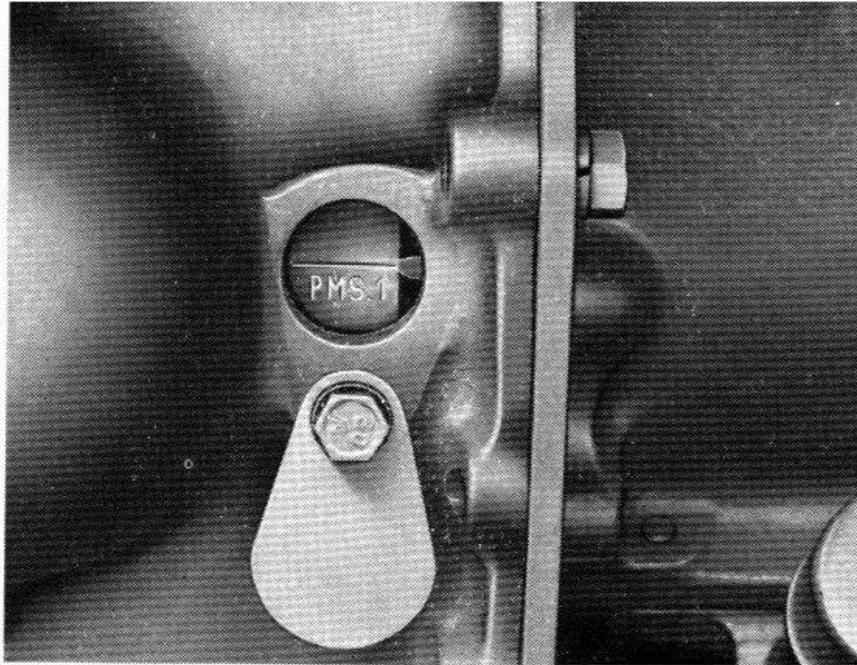

Fig. 26. — Référence sur le volant indiquant que le piston N° 1 se trouve au point mort haut.
- Ouvrir le petit couvercle d'inspection situé sur le côté droit du carter du volant (fig. 26).
- Faire tourner l'arbre du moteur à l'aide de la manivelle jusqu'à amener le cran de référence gravé sur le volant au-dessus du repère P.M.S. 1, en coïncidence avec l'index fixé sur le carter (fig. 26), et contrôler si les soupapes du cylindre n° 1 sont fermées ; dans le cas contraire, tourner encore l'arbre du moteur d'un tour complet en faisant réapparaître le cran en regard de l'index.